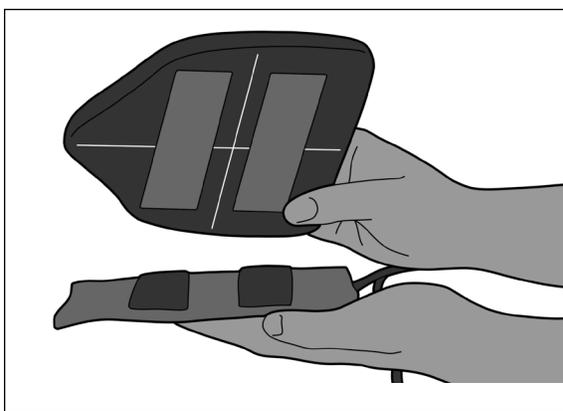

図1
1. パドルがブラダーに装着できるよう、適切に位置合わせされていることを確認します (図1)。マジックテープの位置を合わせます。